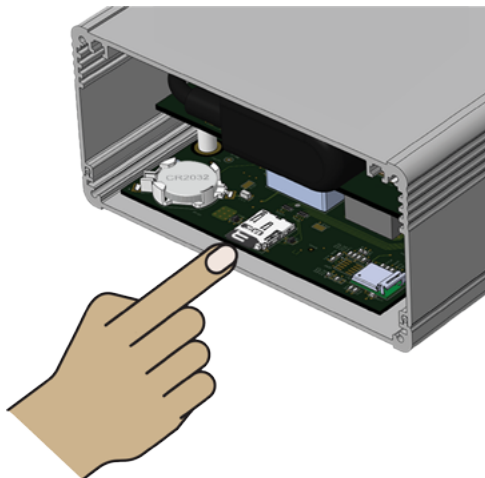

Abbildung 20: MicroSD-Karte entfernen
- Entfernen Sie die MicroSD-Karte, indem Sie die hervorstehende Kante der Karte drücken, bis ein Klicken zu hören ist – die Karte wird aus dem Fach ausgeworfen. Siehe Abbildung 20 unten.